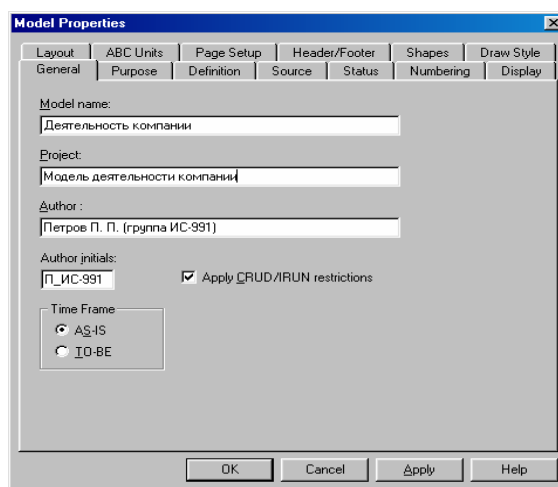

Рис. 12. Окно задания свойств модели
8. Перейдите в меню **Model/Model Properties**. Во вкладке **General** диалогового окна **Model Properties** в текстовое поле **Model name** следует внести имя модели "Деятельность компании", а в текстовое поле **Project** имя проекта "Модель деятельности компании", и, наконец, в текстовое поле **Time Frame** (Временной охват) — **AS-IS** (Как есть) (рис. 12).